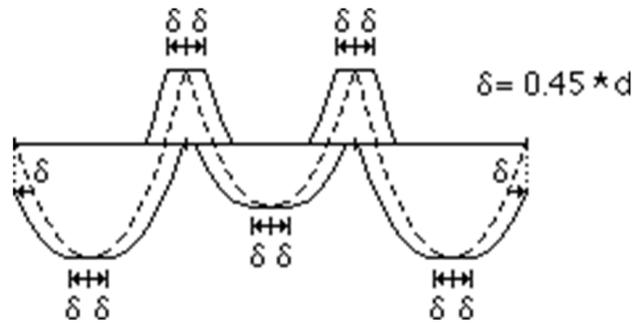

Figure 33 : la courbe des moments fléchissant déplacée
1. Lors de la détermination des sections d'armature au droit de la discontinuité, le programme tient compte du fait que la courbe des moments fléchissants doit être déplacée sur une distance de 0.45 fois la hauteur utile (Figure 33). Prise de façon centrale par rapport au point considéré ci-dessus, une zone ayant pour longueur 0.9 fois la hauteur utile est déterminée par le logiciel et le maximum de la courbe des moments fléchissants (non déplacée) est cherché. Ce point est équivalent à la valeur obtenue en déplaçant la courbe sur une distance de  $2\ell$ . La section d'armature résultant de ce maximum est dès lors la section d'armature demandée.